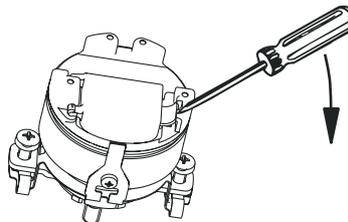

Abbildung 2: Demontage SKS/SKM36
- ▶ Die Abdeckung (12) ggf. mit Hilfe eines Schraubendrehers öffnen **siehe Abbildung 2**.
- ▶ Die 2 Schrauben M3 (8) entfernen.
- ▶ Die Befestigungsplatte (3) so positionieren, dass die Schraubenlöcher mit der Drehmomentstütze (4) übereinstimmen.
- ▶ Bis zum Einrasten der Befestigungsplatte (3) das Motor-Feedback-System von Hand drehen.
- ▶ Das Montagewerkzeug (5) auf die Motor-Feedback-System-Rückseite aufsetzen und an den Ausschnitten des Motor-Feedback-System-Gehäuses (6) einrasten.
- ▶ Das Motor-Feedback-System mit Hilfe des am Montagewerkzeug (5) befindlichen Sechskants (7) von der Antriebswelle lösen und entfernen.
- ▶ Die Abdeckung (12) ggf. mit Hilfe eines Schraubendrehers öffnen **siehe** **Abbildung 2**.
- ▶ Den Stecker (9) des Litzensatzes (10) spannungsfrei in die Steckerbuchse (11) des Motor-Feedback-Systems einrasten.
- ▶ Schließen (in die Aussparung des Motor-Feedback-System-Gehäuses (6) einrasten lassen). Das Einrasten muss durch Klicken deutlich spürbar bzw. hörbar sein.